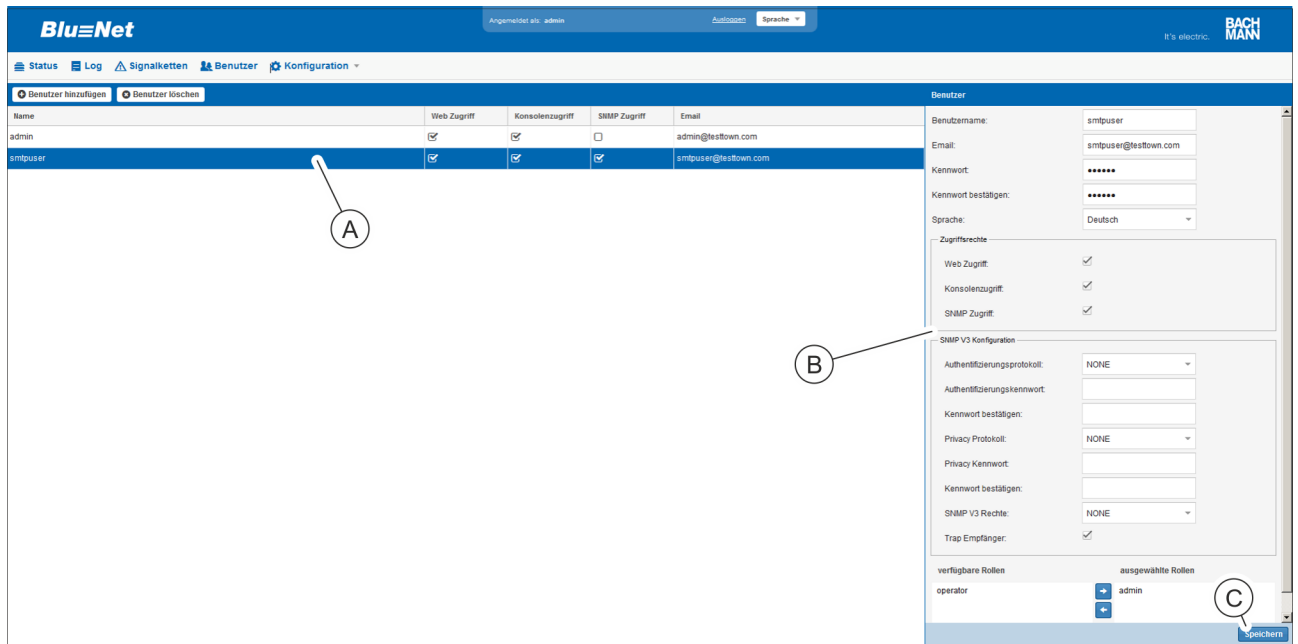

Abb. 167: Menü "Benutzer"
3. ➤ Gewünschten Benutzer auswählen (Abb. 167/Ⓐ).
⇒ Die Einstellungen des Benutzers erscheinen rechts am Rand in der Detailansicht (Abb. 167/Ⓑ).
4. ➤ Einstellungen des ausgewählten Benutzers modifizieren und die Änderung speichern (Abb. 167/Ⓒ).
Wenn eine Änderung nicht gespeichert werden soll, das Menü verlassen, ohne die Schaltfläche „Speichern“ (Abb. 167/Ⓒ) zu betätigen.